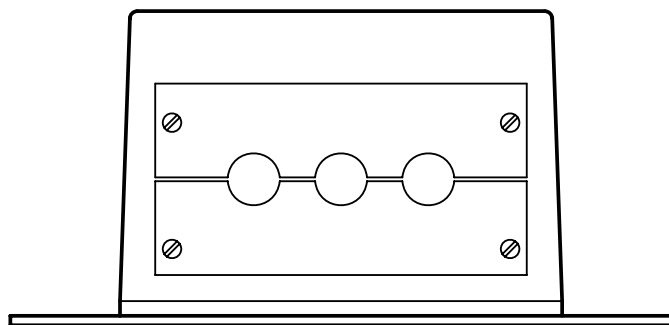
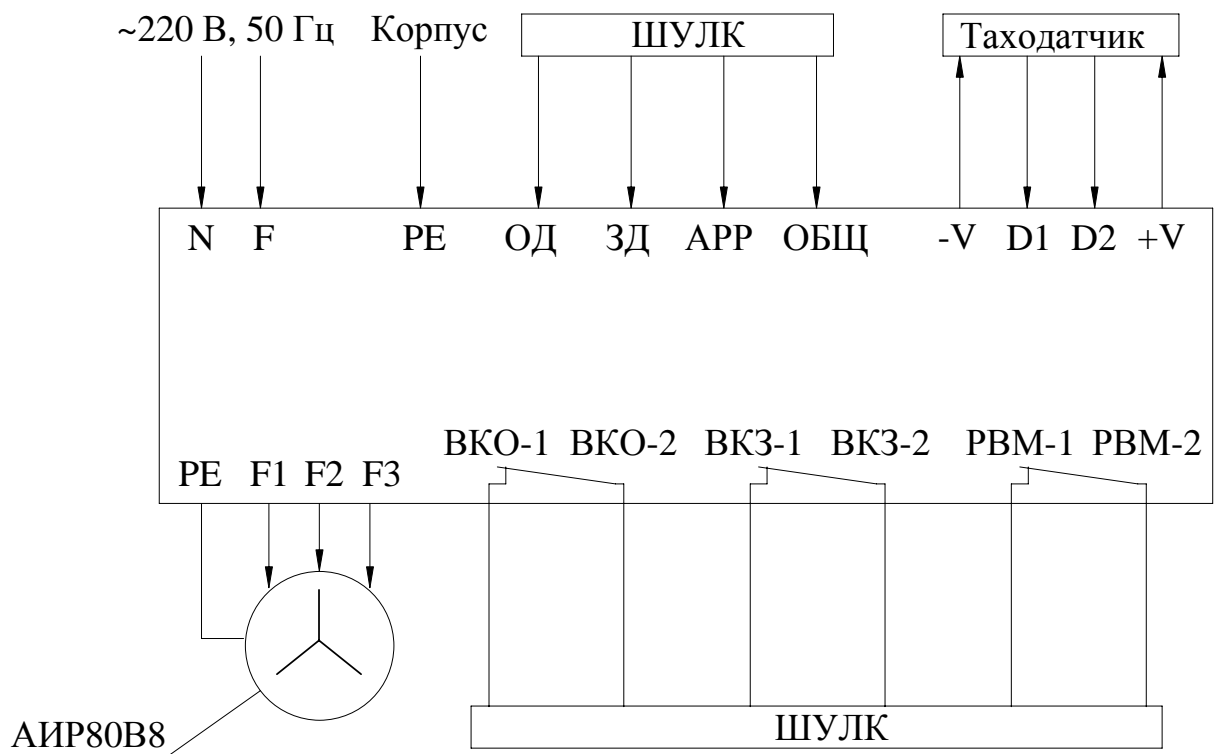
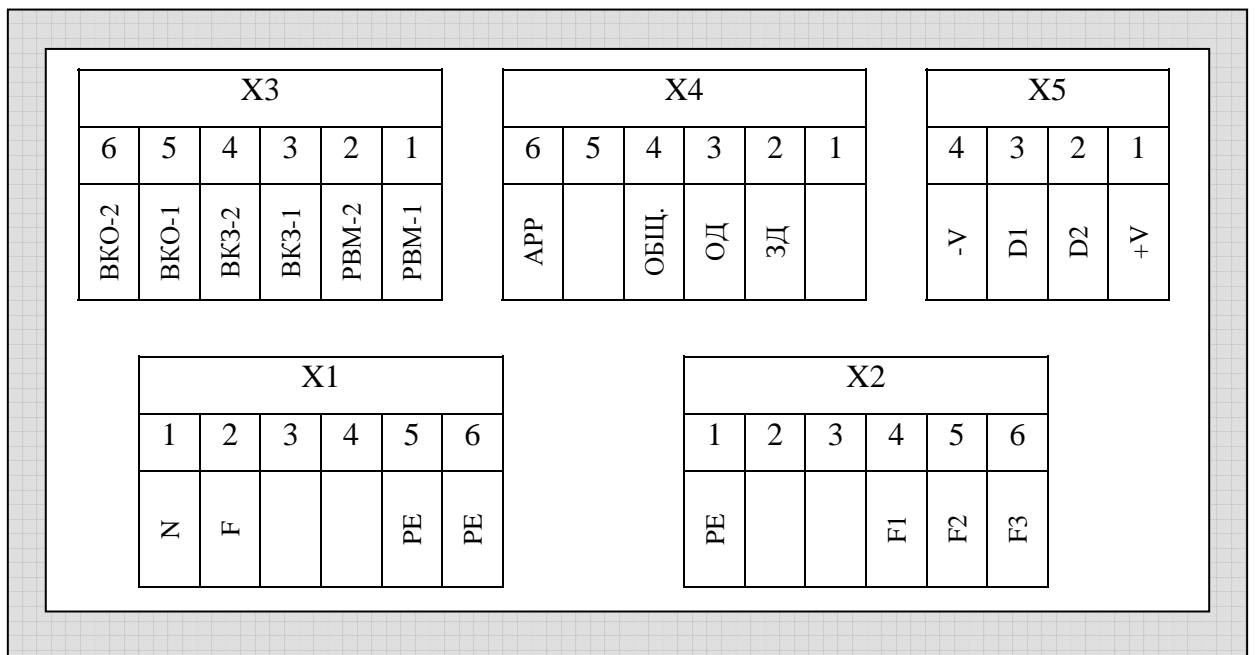

Рис.1. Габаритно-присоединительные размеры Устройства.
Рис.2. Блок-схема подключения внешних контактов БУАД-4-20.
Рис. 3. Схема подключения внешних контактов БУАД-4-20.
Габаритно-присоединительные размеры *Устройства* приведены на **рис.1**.
На **рис.2** показана блок-схема подключения внешних контактов *Устройства*. На **рис.3** показаны и подписаны отдельные контакты каждого из разъемов *Устройства*.
3.4.1. Внешние контакты для станции ШУЛК (см. рис. 2, 3):
Узел подключения внешних коммуникаций состоит из заглушки для крепления пластмассовых или металлических рукавов (**рис.1, вид А**) и разъемов для подсоединения шин сетевого питания, цепей выходных напряжений для электродвигателя, цепей управления работой устройства, цепей подключения таходатчика (**рис.2, 3**).